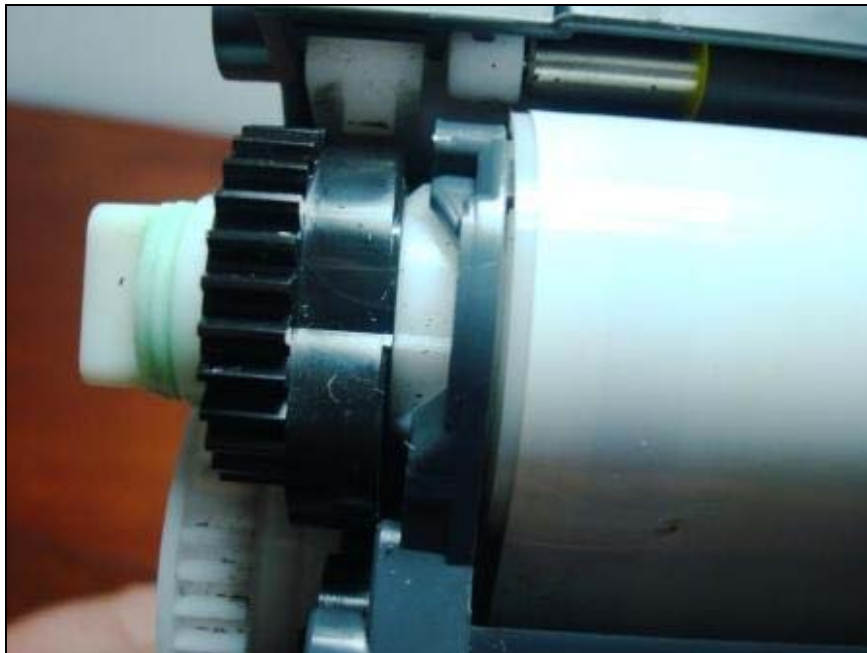

Ilustración 62
50. Con la Unidad mostrando la banda de transferencia hacia Ud. separar levemente el conjunto de limpieza para quitar presión sobre la banda y girar el engranaje del lado izquierdo hasta hacer que la depresión de la leva coincida con la marca de referencia en el buje blanco tal como muestra la ilustración 62.